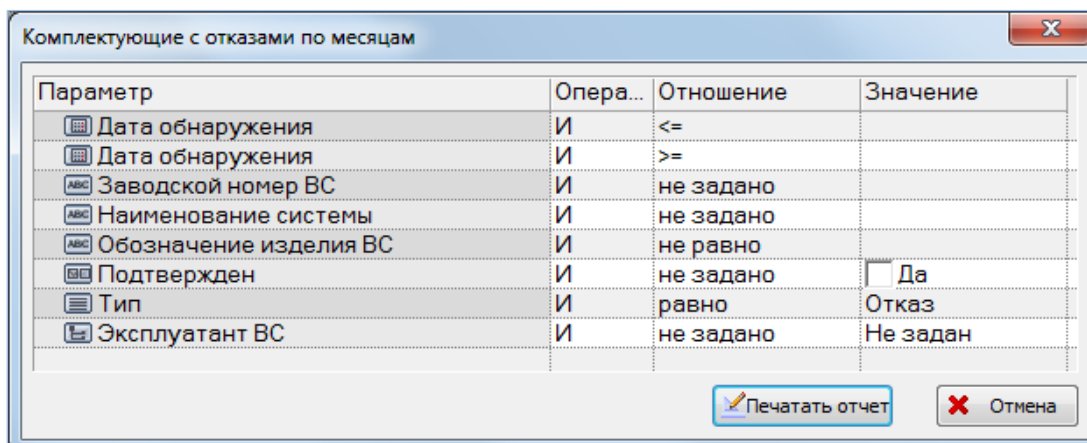

Рис. 13-333 – Окно с параметрами запроса
3) Открывается окно с параметрами запроса для выбранного отчета (рис. 13-333). При необходимости выбрать значения в поле «Отношение» и ввести данные в поле «Значение», которые сохраняются до следующего сеанса работы пользователя с параметрами данного запроса. В случае если в запросе не заданы даты обнаружения отказов, формирование отчета выполняется по всем отказам, имеющимся в базе данных.